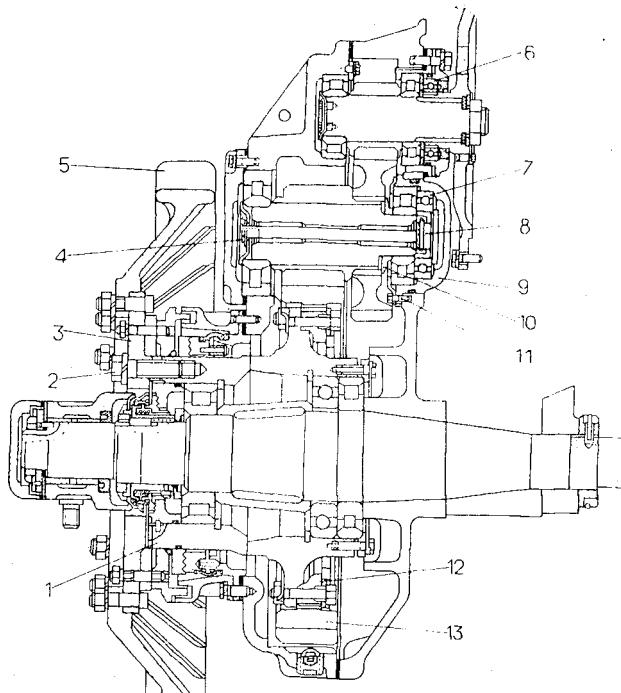

Рис. 32. Бортовой редуктор с передаточным числом 14, 79:
**Бортовой редуктор** с передаточным числом 14,79 (рис. 32) двухступенчатый с двумя парами прямозубых цилиндрических шестерен постоянного зацепления.